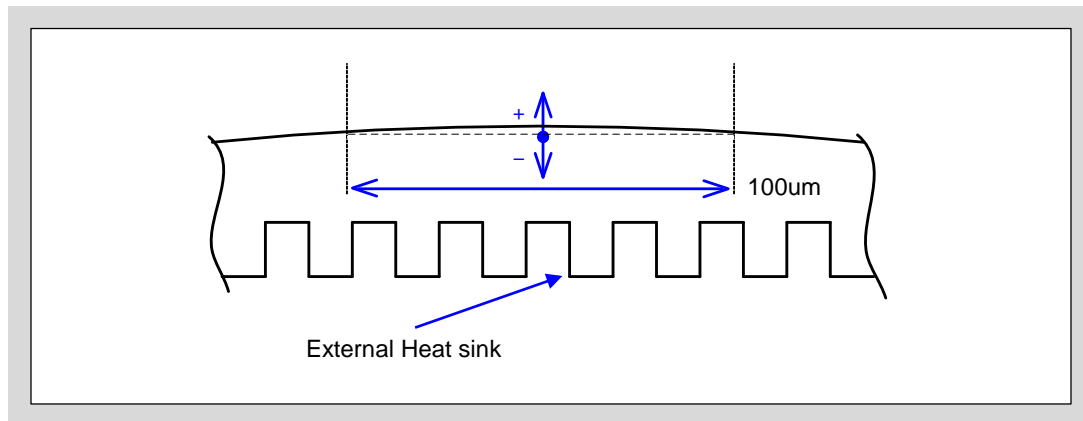

図6-2 ヒートシンクの平坦度測定位置
- 図6-2はヒートシンクの平坦度の測定位置を示しています。